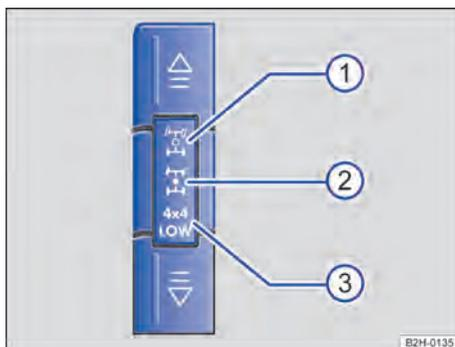

Fig. 98 No console central: botões e símbolos para ligar e desligar a tração nas quatro rodas.
Em veículos com tração nas quatro rodas selecionável, está ativo sempre o acionamento que estava ativo por último ao desligar o motor. A tração nas quatro rodas é ativada manualmente em dois estágios através dos botões no console central → Fig. 98.
Utilizar a tração traseira em ruas secas com solo firme. Quando a tração traseira está ligada, acende o símbolo → Fig. 98 ① no console central.
1. Pressionar o botão  uma vez. O símbolo  pisca por alguns segundos no instrumento combinado. A tração nas quatro rodas (4X4 HIGH) é ativada no painel de instrumentos e no console central quando o símbolo  estiver aceso continuamente → Fig. 98 ②.
2. Pressionar o botão  com o motor em funcionamento e a tração nas quatro rodas acionada (4X4 HIGH). O símbolo 4X4 LOW pisca durante alguns segundos no instrumento combinado. A tração nas quatro rodas com posição de marcha reduzida (4X4 LOW) ativada no painel de instrumentos e no console central quando o símbolo 4X4 LOW estiver aceso continuamente → Fig. 98 .